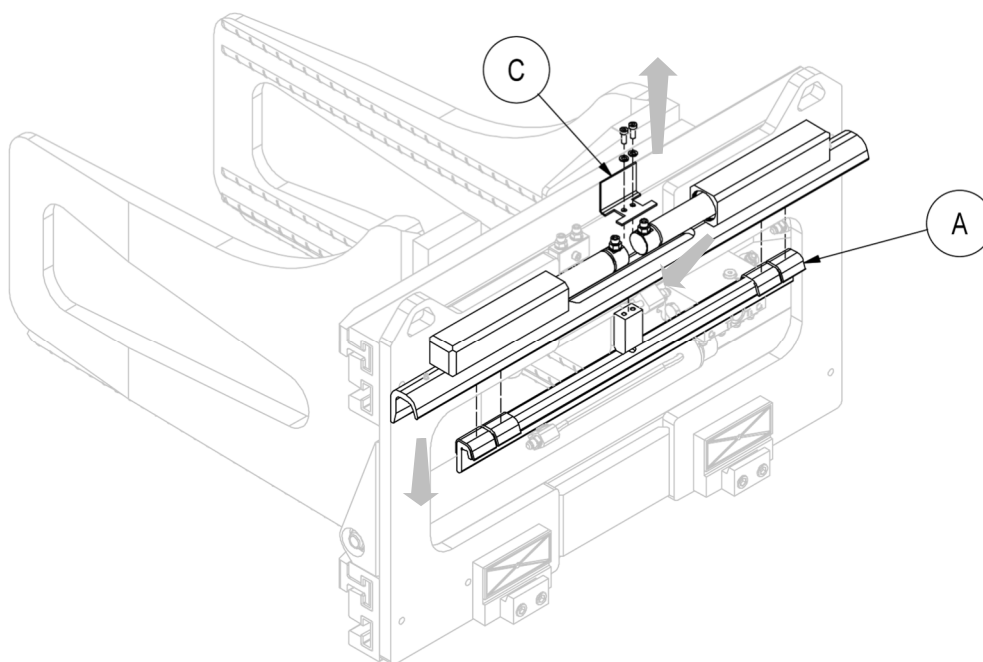
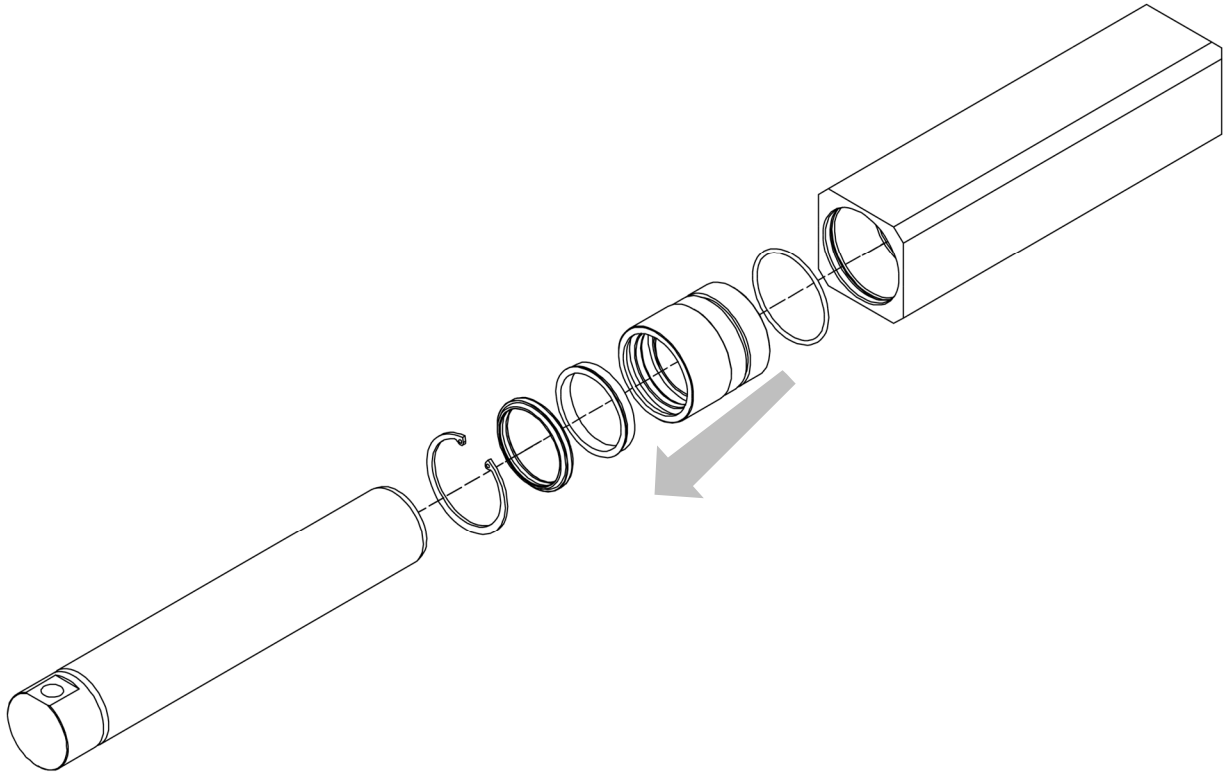

Figure 29
Figure 30
3. Retirer le double crochet (A) après avoir retiré le « pli de protection » (P) avec les vis correspondantes (dans la phase *Dépose de l'équipement du chariot*, ce passage a déjà été spécifié).
7. Prendre comme référence la *Figure 29* et la *Figure 30*.